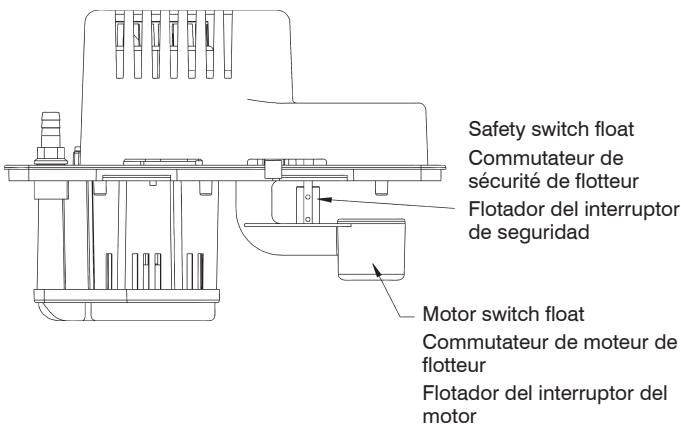

FIGURE 6
- Test motor switch by raising motor switch float with finger (Figure 6). Motor should turn on just before float contacts cover.
- Be sure the floats move freely. Clean as necessary (Figure 6).
2. Veillez à ce que les flotteurs bougent librement. Nettoyez-les au besoin (Figure 6).
3. Tester le commutateur de moteur en levant le commutateur de moteur du flotteur avec le doigt (Figure 6). Le moteur doit se mettre en marche avant que le flotteur ne touche le couvercle.